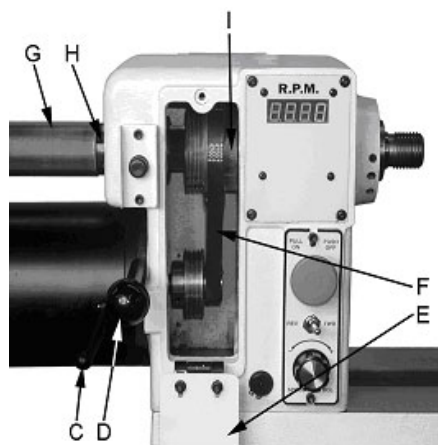

Рис.22
Снимите крышку ременной передачи (E, рис.22), снимите ремень (F) с ременного шкива мотора.